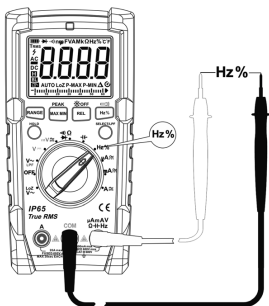

Рис. 8 Измерение частоты и коэффициента заполнения
7.7 Измерение частоты и коэффициента заполнения (только для переменного тока), (см. рис. 8)